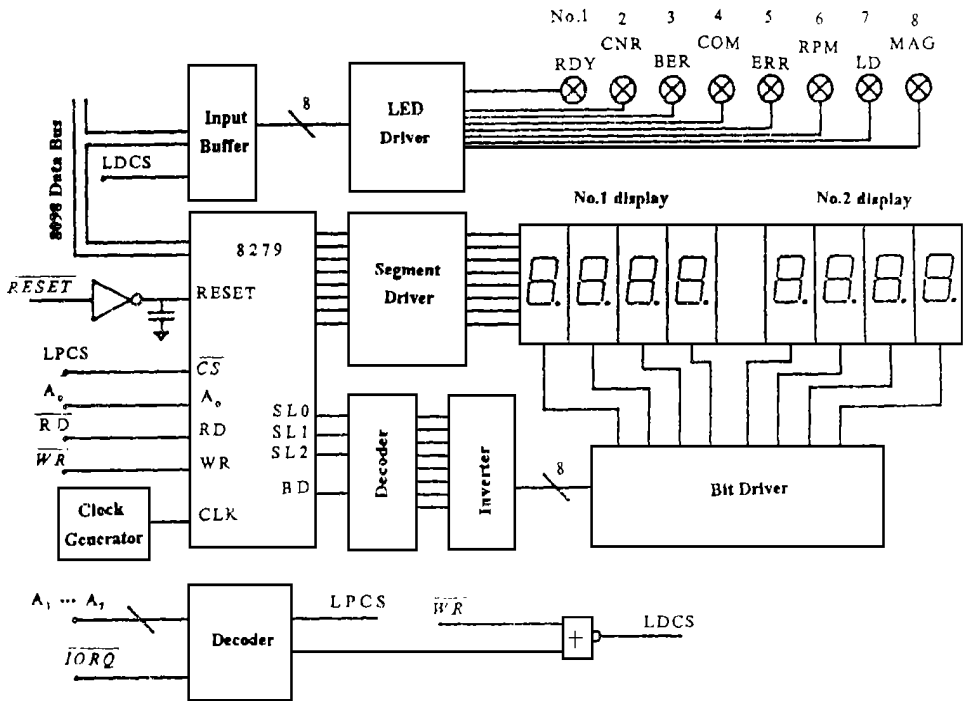

Fig. 3 Block diagram of status display board
- 为了增强测试系统对过程状态的监测能力, 同时又不增加主机系统的负担, 研制的状态指示模块如图3所示, 该模块具有以下功能:
参见图3, 八个LED组成两个四位显示器用于显示状态参量和错误号, 八个指示灯(No. 1 ~ No. 8)可指示不同过程状态。该模块的突出特点表现在: